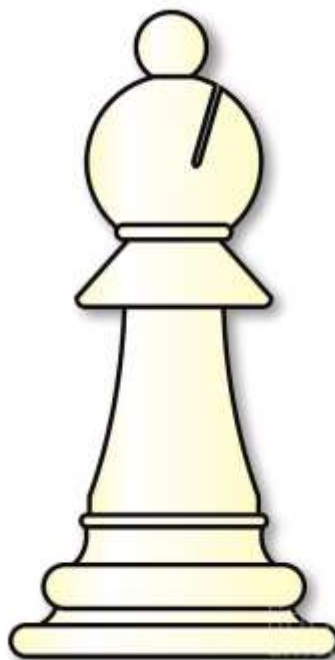

Рис. 1. Шахматная фигура «Слон» **образец не копировать**
1. С помощью образца (Рис. 1) и собственных наработок разработать чертеж шахматной фигуры «Слон».